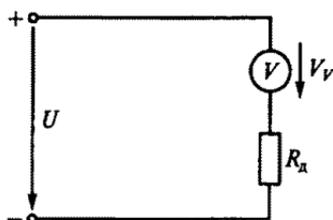

Рис. 167
5.28.Р. Шкала вольтметра от 0 до 100 В. Напряжение в цепи на рис. 167 может достигать 500 В. Сопротивление вольтметра 5 кОм. Каково добавочное сопротивление R_d вольтметра?